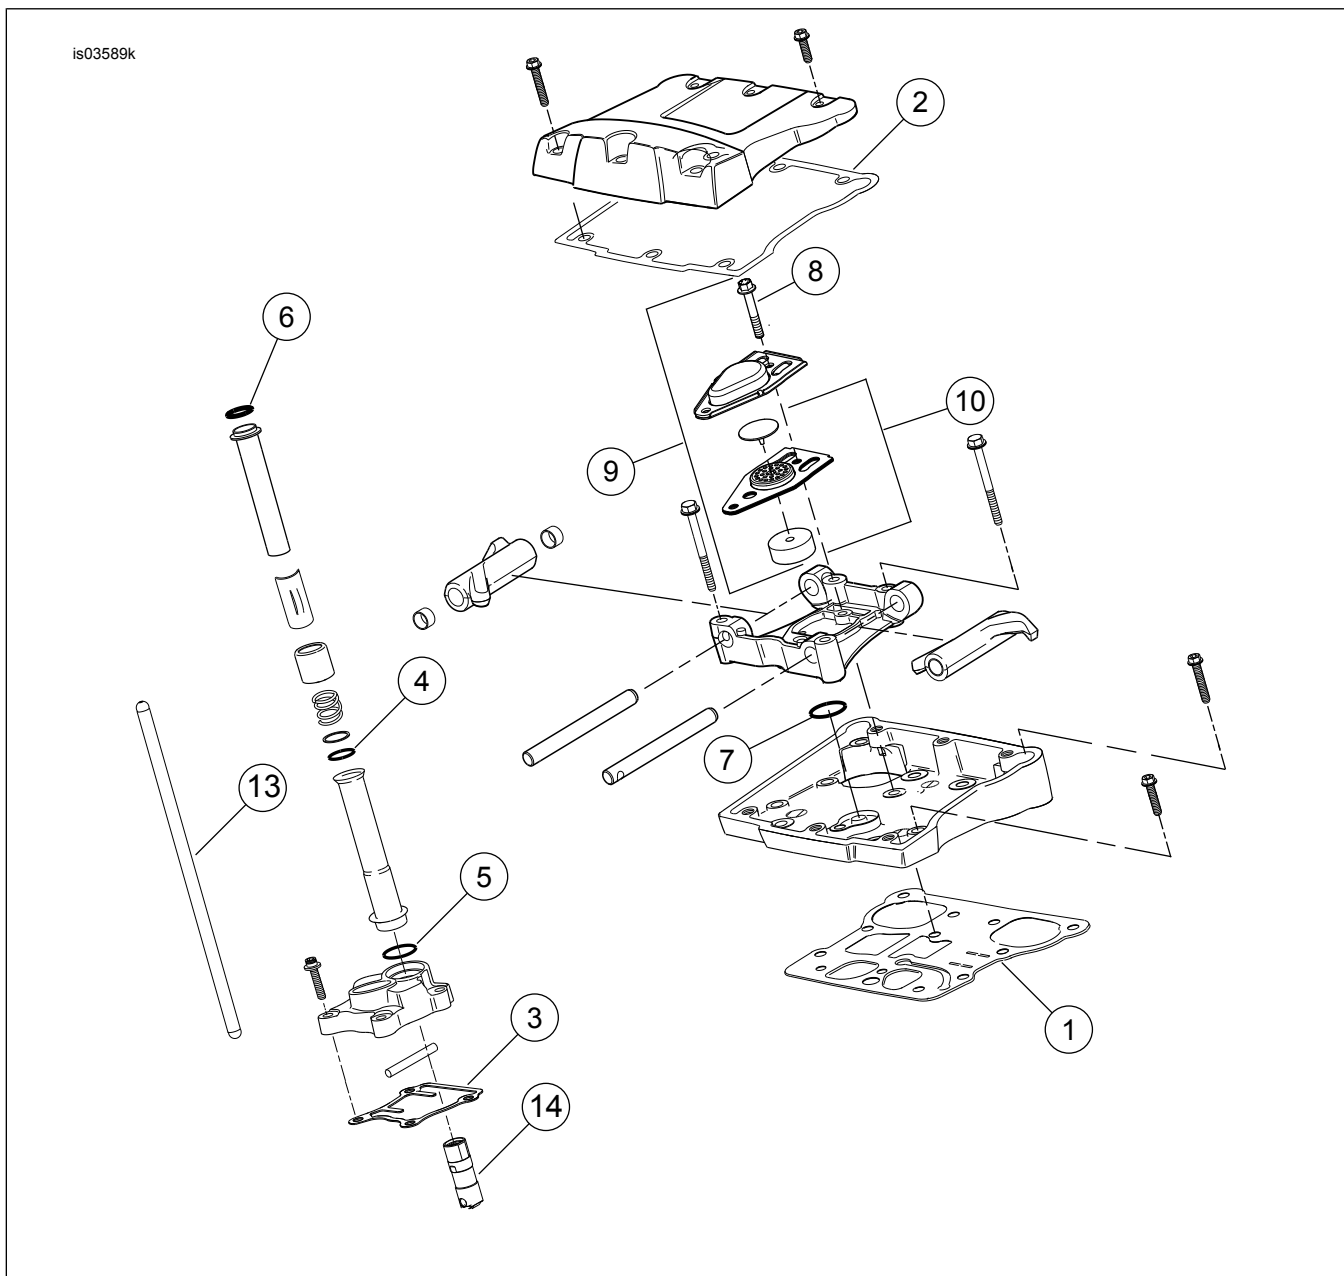
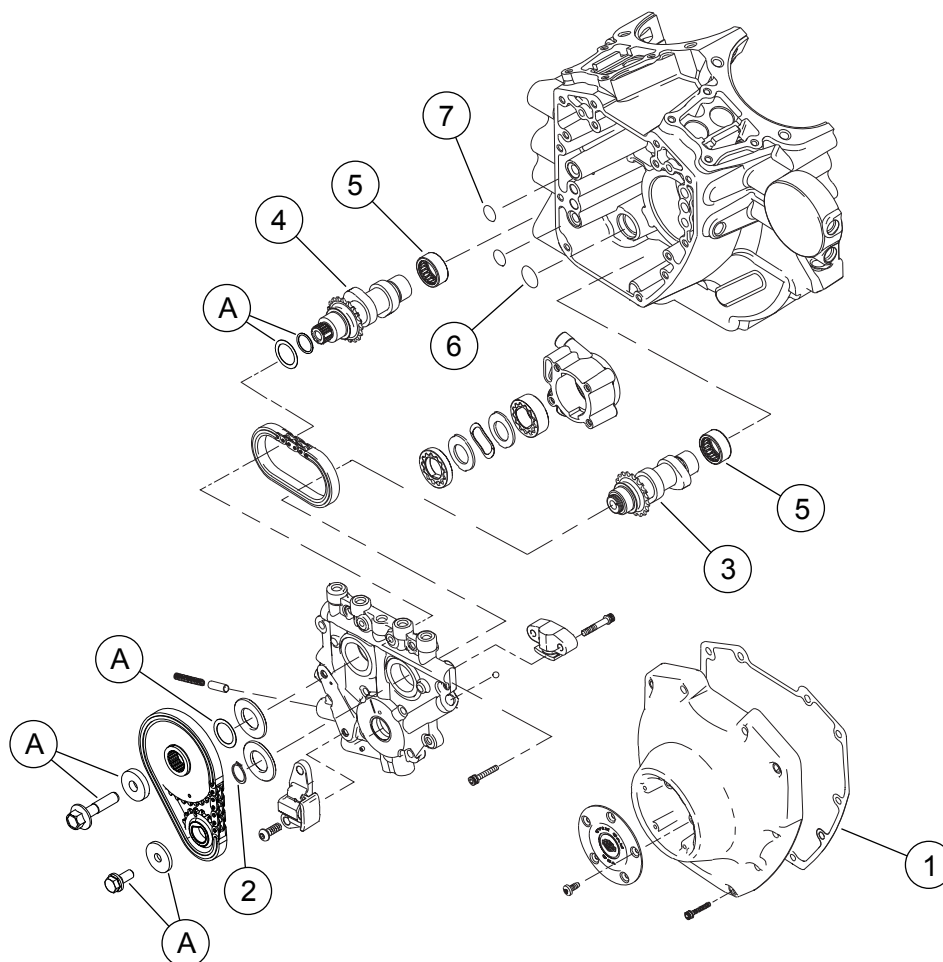

Figura 2. Piezas de servicio: Kit Screamin' Eagle PRO TC 103 (1690 cc) Stage 4
Figura 3. Piezas de servicio: Kit Screamin' Eagle Pro TC 103 (1690 cc) Stage 4
Vea Figura 2 a Figura 3, y Tabla 2 a Tabla 3.
1. Vea Figura 3 . Inspeccione los cojinetes de agujas del árbol de levas (5) y reemplácelos si es necesario.
2. Vea Figura 2 a través de Figura 3. Ensamble las levas a la placa del árbol de levas, las culatas de alto rendimiento y el extremo superior del motor utilizando piezas del kit. Vea el manual de servicio.